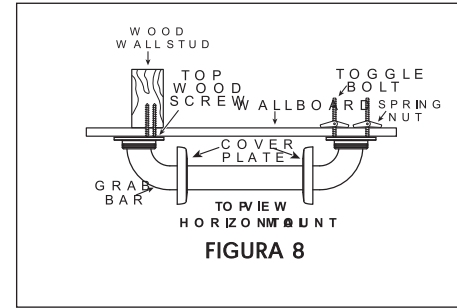

FIGURA 8
7. Coloque el extremo de la Barra de Seguridad con los TORNILLOS DE FIJACIÓN adjuntos de manera que pueda oprimir las tuercas de resorte y los topes en los extremos de los TORNILLOS DE FIJACIÓN por los agujeros perforados. Las tuercas de resorte deben pasar totalmente por los agujeros en la pared. (vea la Figura 8).
8. Hale los TORNILLOS DE FIJACIÓN hacia usted y apriete con el dedo los TORNILLOS para asegurarse que las tuercas de resorte se han abierto completamente contra el dorso de la pared y la viga de metal de la pared (vea la Figura 8). Si las tuercas de resorte no se han abierto completamente, afloje los tornillos y repita el Paso 12.
10. Repita el Paso 5 con los dos (2) TORNILLOS DE MADERA restantes introduciéndolos en la viga de madera de la pared.